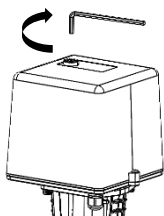

图 5
- 图 3:** 把 U 型螺栓穿上去，将两个 M8 螺母拧紧，螺母拧紧扭矩 $MAX=16Nm$ ，再把执行器轴和阀杆进行连接，确认执行器轴和阀杆对顶无间隙(如果执行器轴与阀杆有间隙，可以使用执行器手动功能，用备用内六角扳手逆时针旋转（图 5），直到执行器轴与阀杆对顶)，用卡子将执行器轴和阀杆夹上，要注意卡子的正反方向（卡子的缺口应该卡在执行器轴的部位），然后把两个 M6x16 螺钉拧紧。使用工具：S=5mm 的内六角扳手